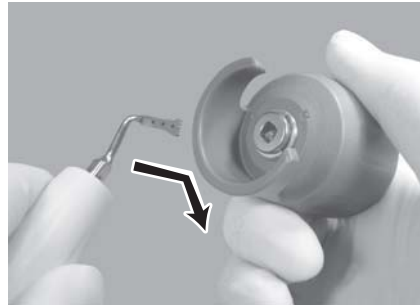

Fig. 20
- 2) Empareje las formas cuadradas de la punta y el orificio de la llave para puntas, e inserte la punta en el orificio (Fig. 20).